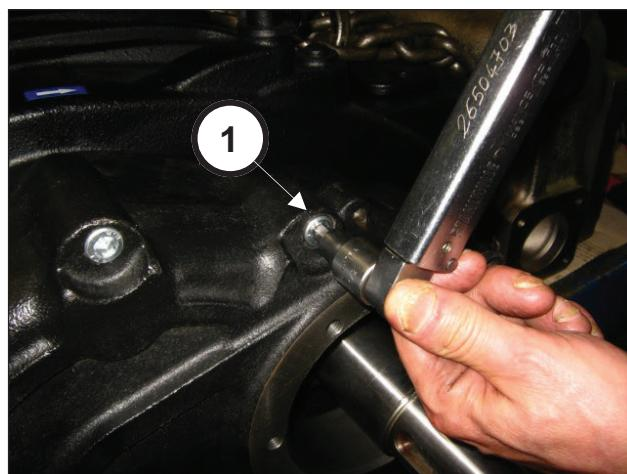

Fig. 86
Monter le couvercle de réducteur (rep. ①, Fig. 85) et le fixer à l'aide de 8 vis M10x50 (rep. ①, Fig. 86).